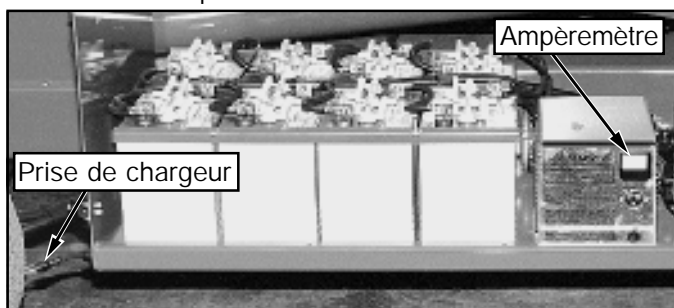

Figure 6: Module d'alimentation, côté droit du châssis
Chargement des batteries (modèle électrique - Figure 6)
3. Brancher une rallonge (conducteur de 1,5 mm² (gauge 12) minimum et de 15 m (50 pieds) de long maximum) sur la prise du chargeur située à travers le trou du côté gauche du châssis (Figure 6). Brancher la rallonge sur une prise de courant correctement mise à la terre d'une tension et d'une fréquence appropriées.